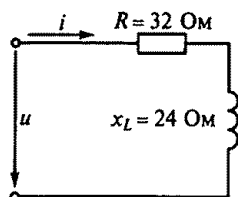

Рис. 103
3.59.Р. Каким в цепи на рис. 103 будет мгновенное значение напряжения на зажимах, если ток в этой цепи выражается функцией времени: $i = 4 \sin(\omega t - 120^\circ)$?